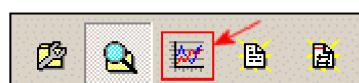

Рисунок 13.
**3.2** Для оптимизации работы привода (инвертора) в программу встроена функция *Осциллограф*. Её вызов возможен как из главной навигационной панели программы (*Просмотр - Осциллограф*), так и из дополнительного меню (рис. 13).